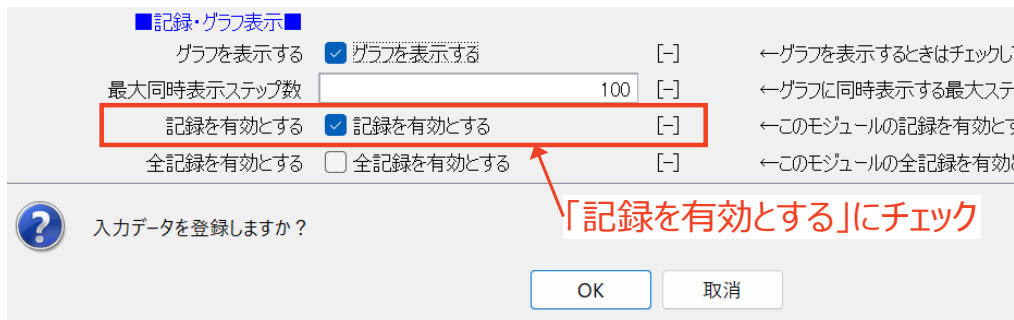

図 2.5.27 結果ファイルが表示されない場合(2)
② 記録したいモジュールの記録は有効となっているか？ (図 2.5.27)